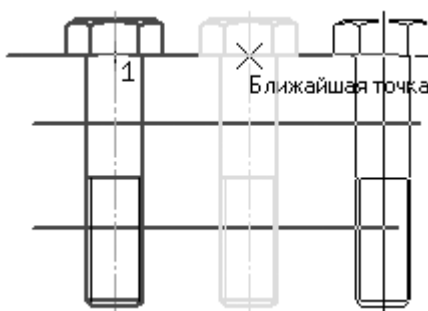

Рис. 2.37. Копирование объектов
3. После указания базовой точки переместите указатель вправо, совместив его с точкой пересечения оси и основания головки копируемого болта (рис. 2.37). При этом фантом копии окажется на таком же расстоянии от оригинала, что и левый болт. Зафиксируйте копию.